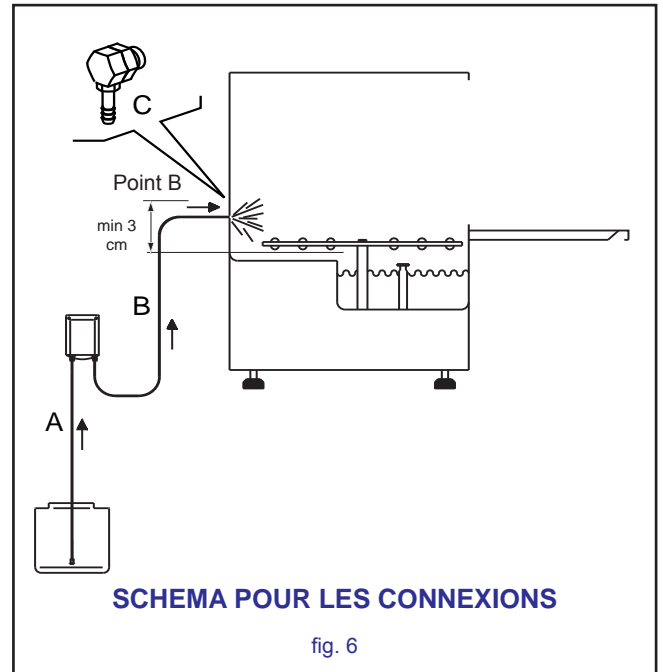

fig. 6
- Dans le cas contraire, percer un trou du diamètre de votre gicleur sur la partie arrière de la cuve (voir fig. 6). Cette opération doit être effectuée par l'Assistance Technique. Le trou doit se trouver au-dessus du niveau de l'eau.
- Relier le tube d'aspiration sur le raccord d'aspiration du doseur (voir fig. 6 point A).
- Relier le tube de départ sur l'autre raccord du doseur et le raccord de départ. (voir fig. 6 point B).